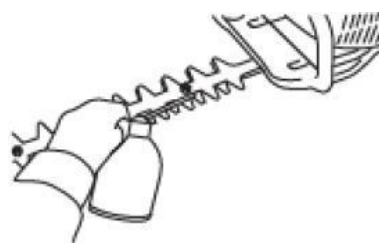

Fig. 12a
- Utilisez une bouteille d'huile de machine pour appliquer de l'huile de graissage sur la lame. (Fig. 12a)